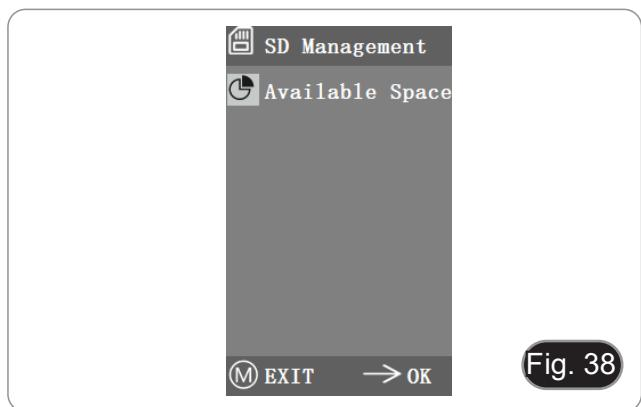

Fig. 38
1. Após a inserção do cartão SD, o espaço restante e o espaço total do cartão SD pode ser visto em “Available Space”. (Fig. 38)